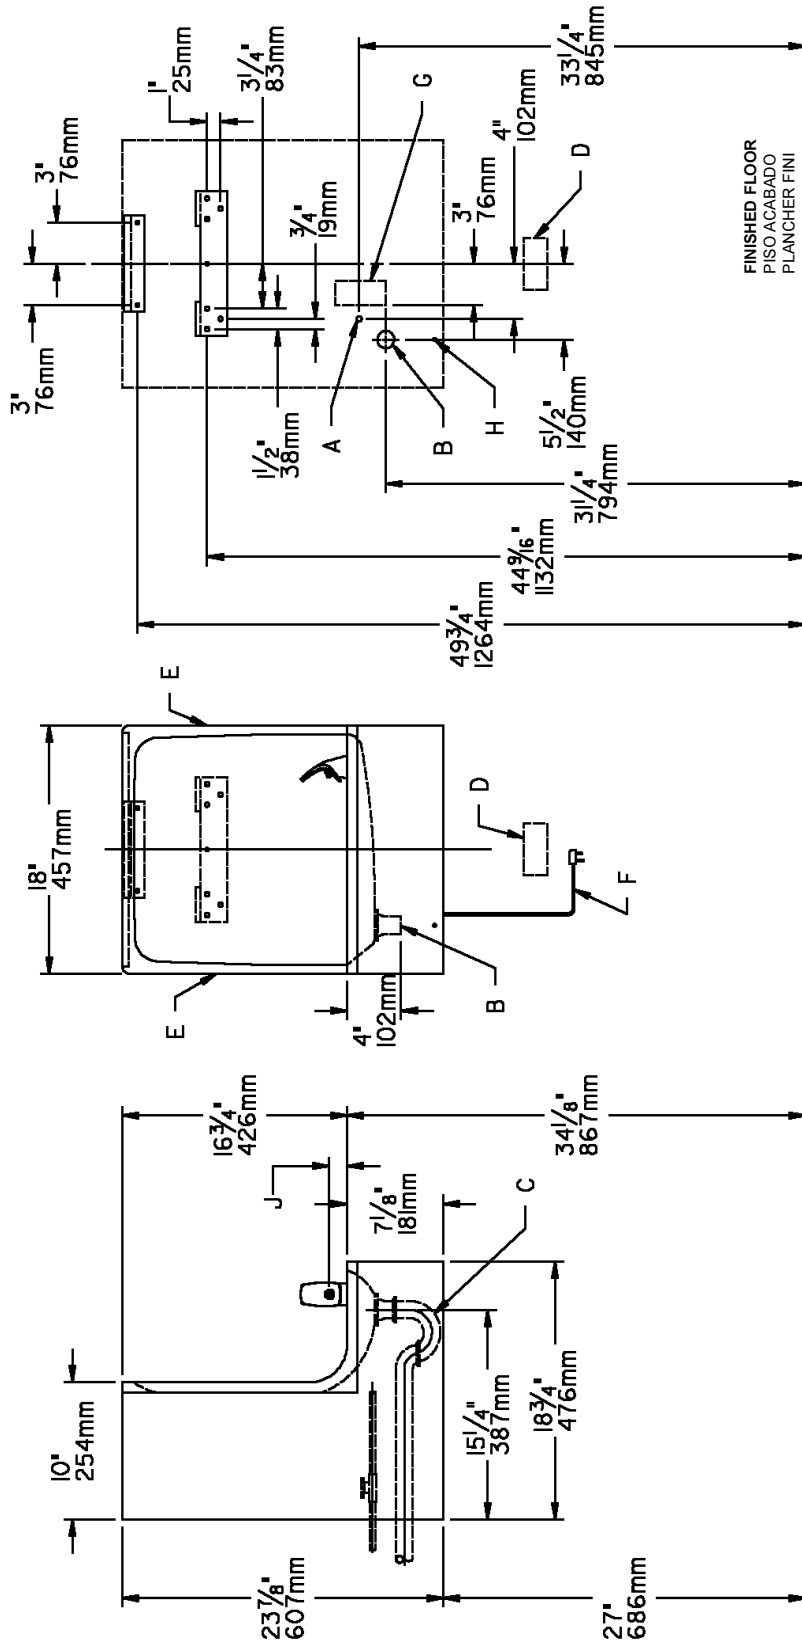

FIG. 5
- 2) Mount the hanger brackets and trap as shown in Figure 5.
- Anchor hanger securely to wall using all six (6) 1/4 in. dia. mounting holes.
- 2) Monte los fijadores de suspensión y quite el purgador como se muestra en la Fig.5.
- Ancle el suspensor de forma segura a la pared usando todos los seis (6) agujeros de montaje de 1/4" de diámetro.
- 2) Installez les supports et le siphon tel qu'indiqué à la fig. 5.
- Ancrez solidement le support au mur à l'aide des six (6) trous de fixation d'un diam. 1/4 po.